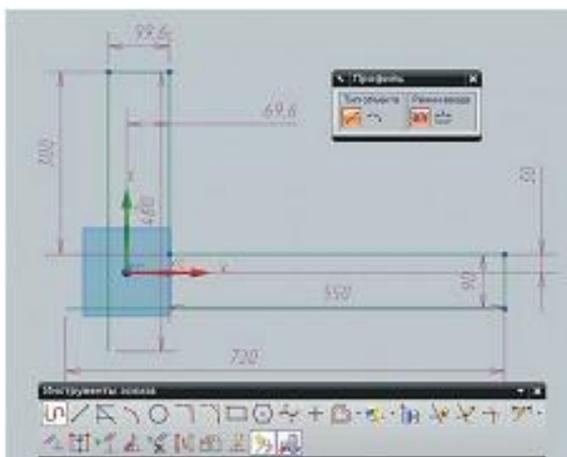

Рисунок 5.6 – Создание эскиза
- С помощью команды Профиль постройте контур примерно так, как это показано ниже (Рисунок 5.6).